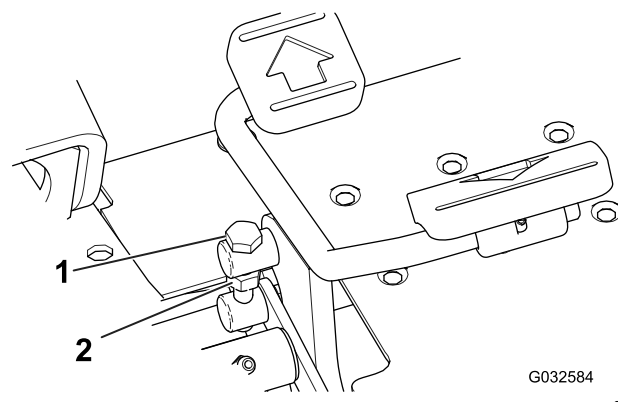

図 49
1. 走行ペダルの側面についているトラニオンボルトのジャムナットをゆるめる図 49。